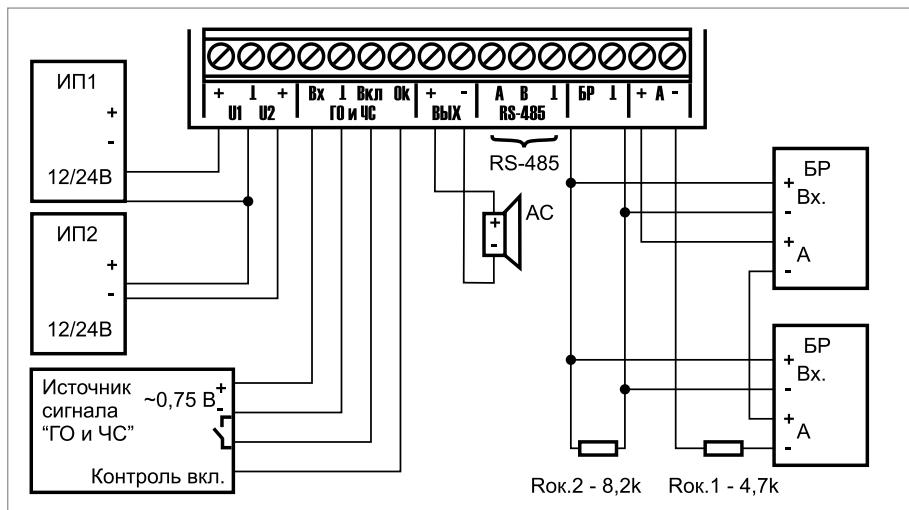

Рисунок 4. Схема внешних соединений блока «Рупор исп.02»
Схема внешних соединений приведена на Рисунок 4.
2.4. В случае использования блоков расширения подключить линейный выход «+ Lout -» к линейным входам данных блоков. В конце линии установить оконечный резистор 8,2 Ком. Далее соединить все входы «+ А -» блоков расширения последовательно и через оконечный резистор 4,7 КОм подключить их к выходу контроля блоков расширения, как показано на Рисунок 4.